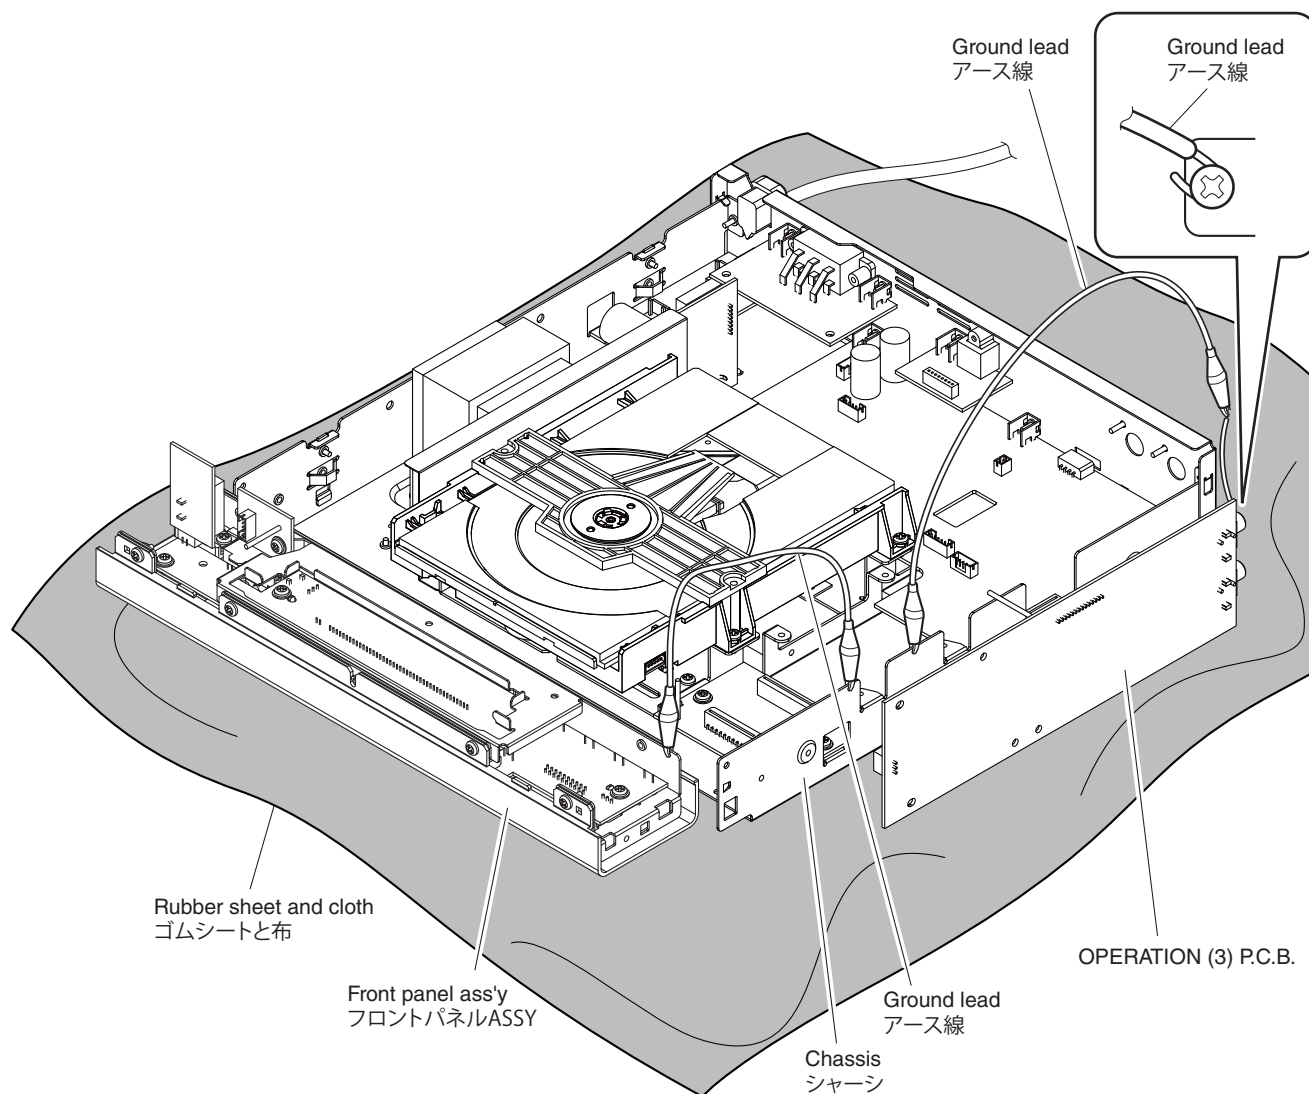

Fig. 3
- Spread the rubber sheet and the cloth. Then place the sub chassis unit on the cloth and check it. (Fig. 3)
- Connect the ground points of the front panel ass'y and OPERATION (3) P.C.B. to the chassis with a ground lead or the like. (Fig. 3)
- ゴムシートと布を敷き、その上にサブシャーシユニットを置いてチェックします。(Fig. 3)
- フロントパネル ASSY と OPERATION (3) P.C.B. のアースをアース線等でシャーシに接続してください。(Fig. 3)